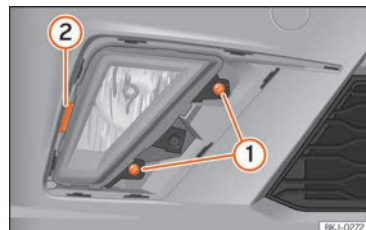

Abb. 166 Nebelscheinwerfer: Lampenträger ausbauen
»» **(Abb. 166)** ① und lösen Sie den Klipp ② mit einer Hebelbewegung heraus, um den Nebelscheinwerfer herauszunehmen.